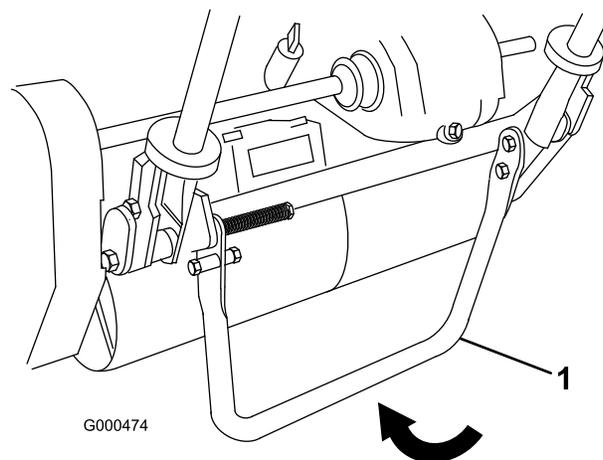

Figura 21
1. Baje el soporte con el pie, y tire hacia arriba del manillar hasta que el soporte haya girado hacia delante, pasando el centro del arco (Figura 21).